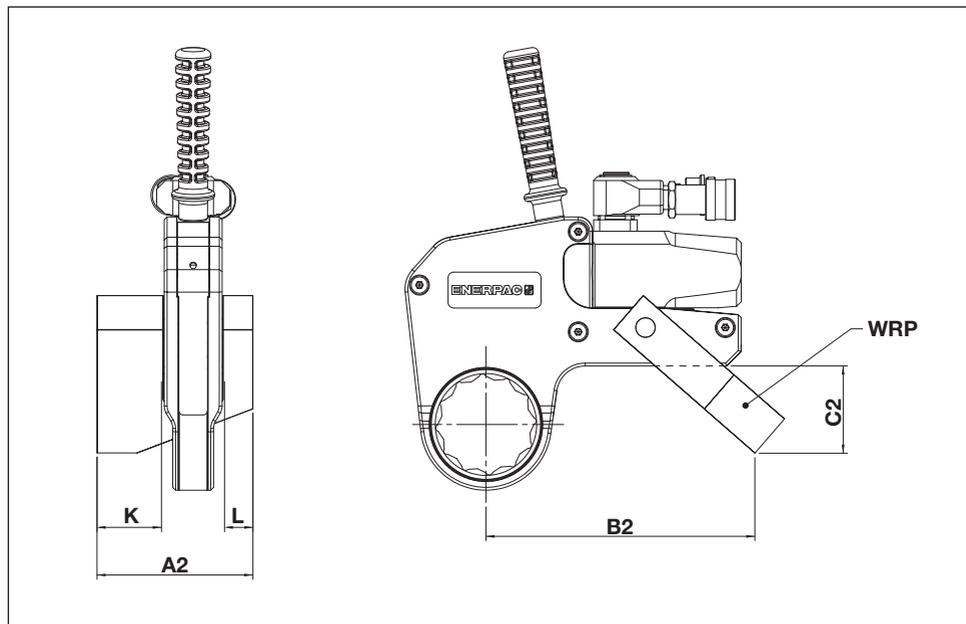

Fig. 24
6.1.2 Dimensions de la palette de réaction de la série WRP (fig. 24)